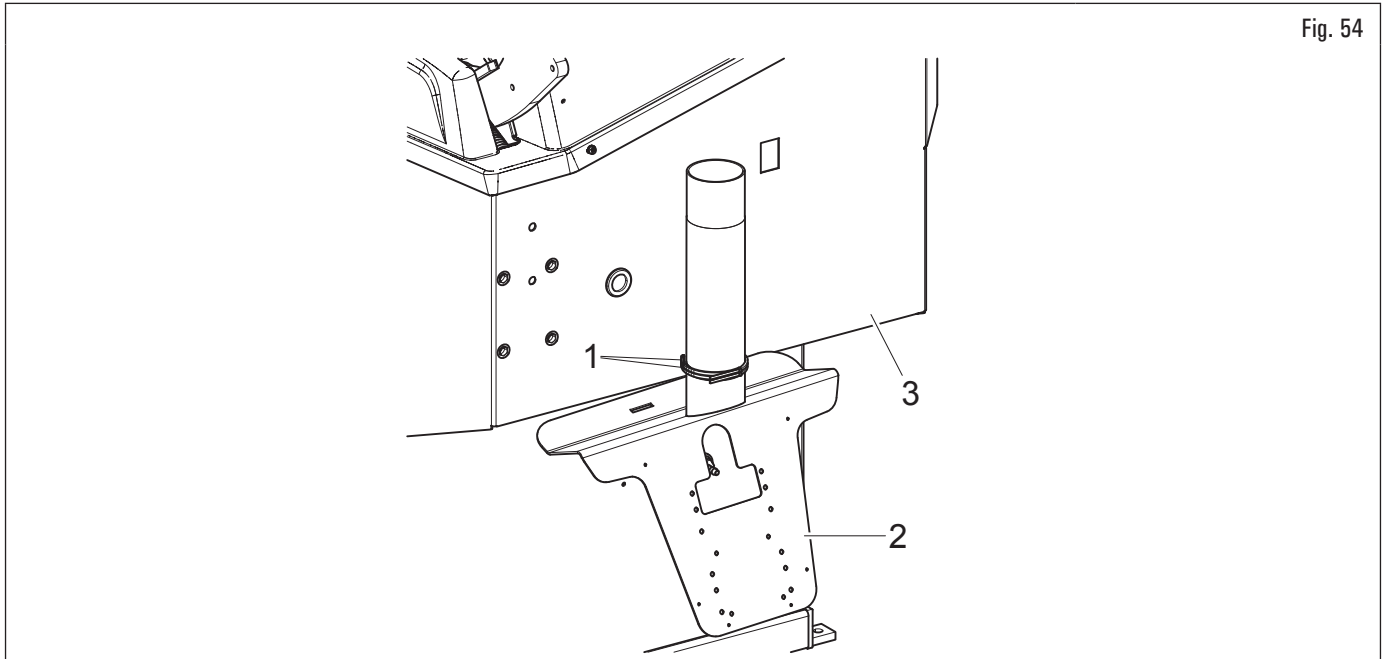

Fig. 54
1. Tagliare le due fascette (Fig. 54 rif. 1) e liberare il supporto (Fig. 54 rif. 2) dal telaio (Fig. 54 rif. 3).